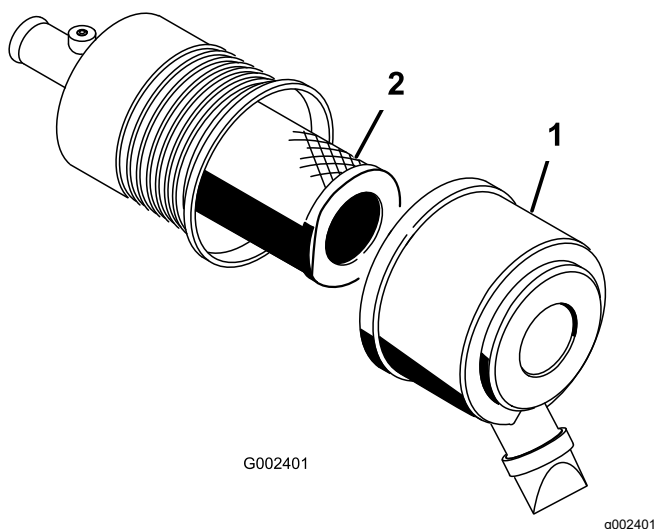

Figura 54
1. Abra los enganches que sujetan la tapa del limpiador de aire a la carcasa del limpiador de aire (Figura 54).
2. Retire la cubierta de la carcasa del limpiador de aire (Figura 54).
4. Retire y cambie el filtro (Figura 54).